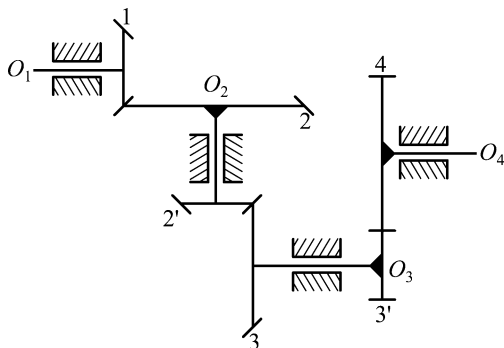

图 45
33. 在如图 45 所示轮系中, 各轮齿数为 $z_1 = 10$, $z_2 = 40$, $z_{2'} = 15$, $z_3 = 30$, $z_{3'} = 20$, $z_4 = 40$ 。试求传动比 i_{14} , 并确定轴 O_1 和轴 O_4 的转向是相同还是相反?